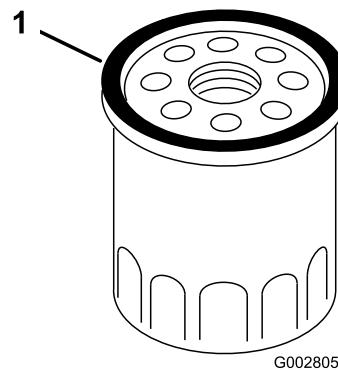

Figura 23
- Usando el dedo, unte la junta del filtro nuevo con aceite (Figura 23).